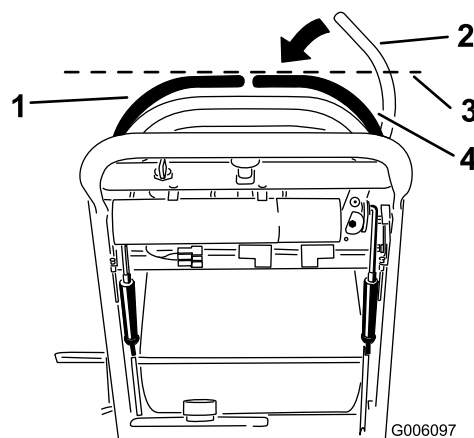

Figure 43
3. Abaissez le levier de commande de déplacement droit pour quitter la position de verrouillage au point mort (Figure 43).
4. Vérifiez s'il s'aligne horizontalement avec le levier de commande de déplacement gauche (Figure 43).